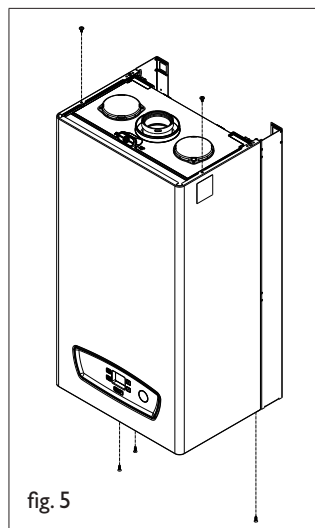

fig. 5
- Svitare le viti di fissaggio del mantello e rimuoverlo (fig. 5)